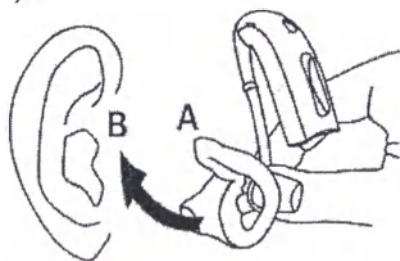

Рисунок 7 – Установка ушного вкладыша
2.1.4.1 Вставьте кончик ушного вкладыша в Ваш слуховой проход и, слегка его поворачивая, убедитесь, что верхняя часть ушного вкладыша (А) попала под завиток (В) Вашей ушной раковины (рисунок 7).